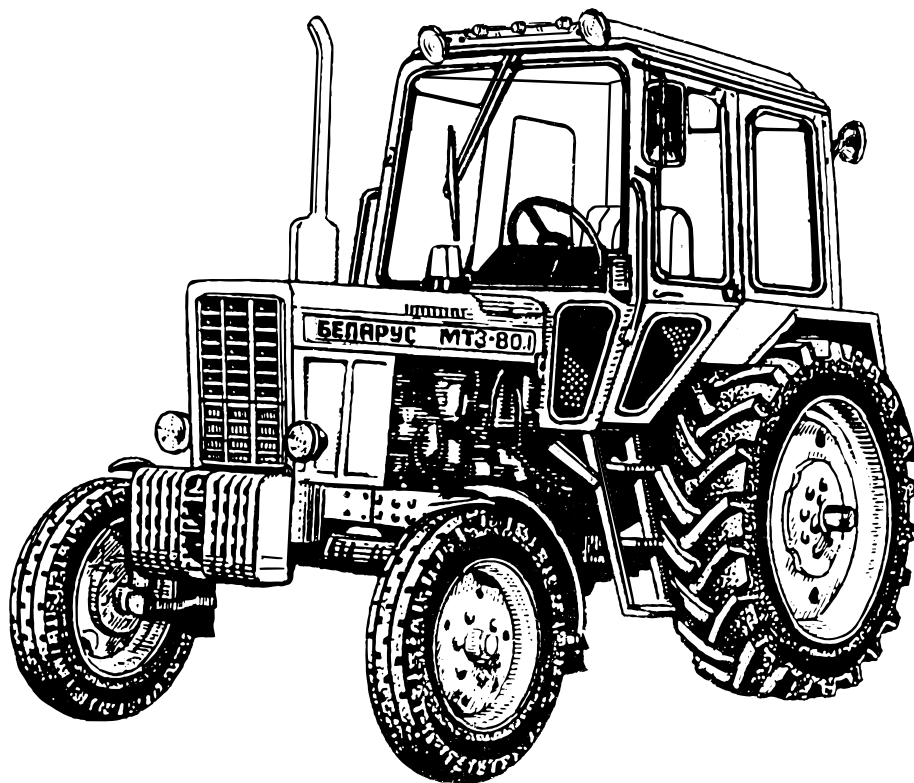
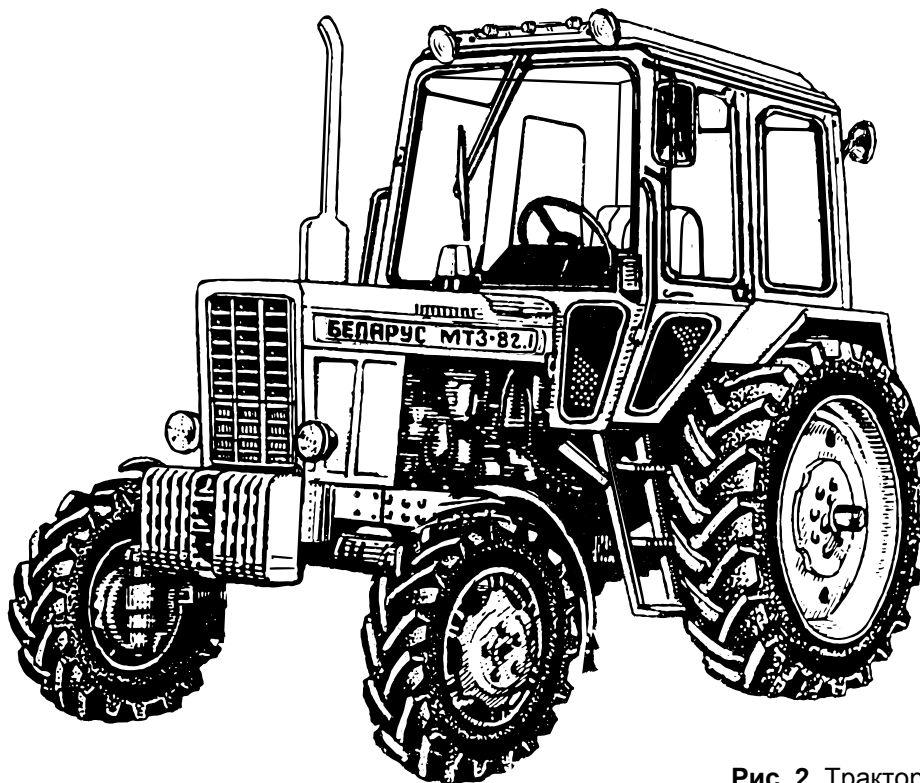

Рис. 1. Трактор Беларус 80.1
Рис. 2. Трактор Беларус 82.1
Колесные тракторы Беларус 80.1 (рис. 1), Беларус 80.2, Беларус 82.1 (рис. 2), Беларус 82.2 являются универсальными сельскохозяйственными тракторами класса 1,4 тс (14 кН). Они отличаются между собой типом ходовой системы: Беларус 80.1/80.2 – с одной ведущей осью, Беларус 82.1/82.2 – с двумя ведущими осями. Тракторы имеют полурамную конструкцию. Их остов состоит из полурамы, корпусов муфты сцепления, коробки передач и заднего моста. Дизель спереди эластично закреплен на переднем бруске, а сзади жестко соединен с корпусом муфты сцепления.
- вставьте ключ 1 (рис. 2 а) в отверстие кнопки 2 ручки;
Рис. 2а.